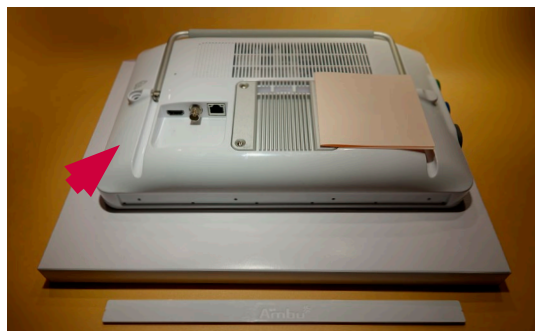

Abbildung 8 Die Visualisierungseinheit wird mit der Rückseite nach oben abgelegt
g) Stellen Sie die Visualisierungseinheit mit der Rückseite nach oben auf eine flache und weiche Oberfläche (Abbildung 8)